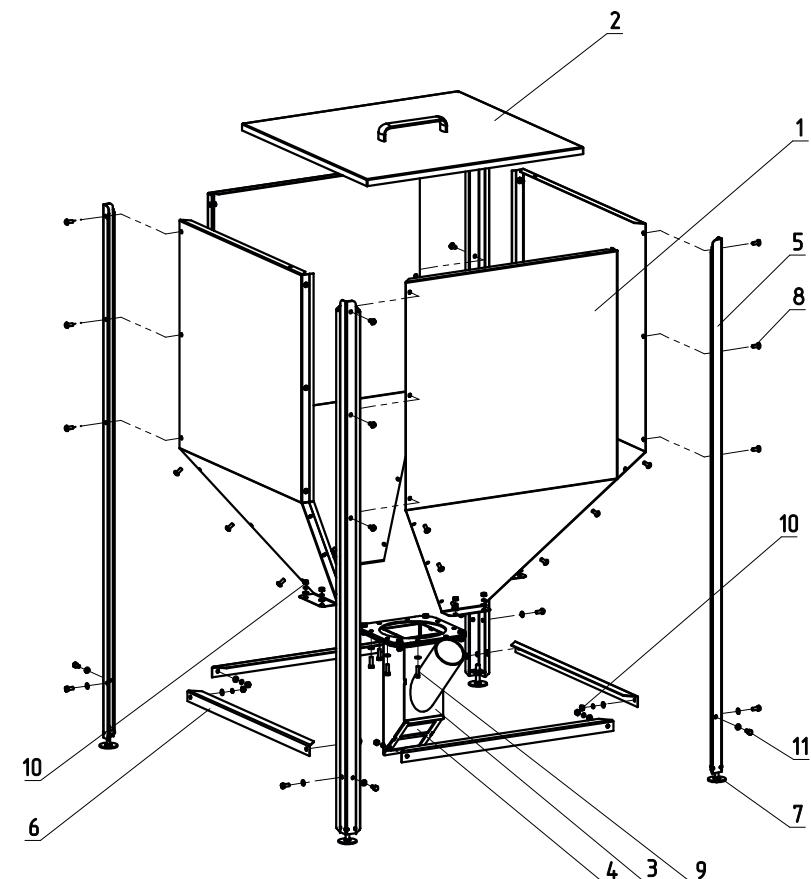

Рис.6 Порядок сборки топливного бункера
6.2.2.2. Топливный бункер собирается перевернутым вверх ногами, поочередно скрепляются все четыре стенки топливного бункера и ножки бункера (Рис. 6, поз. 1 и 5) друг с другом, с помощью болтов (Рис. 6, поз. 8), затем
прикручивается приемная горловина (Рис. 6, поз. 4) болтами (Рис. 6, поз. 9) и гайками (Рис. 6, поз. 10). Далее необходимо скрепить ножки бункера попарочными перекладинами между собой с помощью болтов (Рис. 6, поз. 11) и гаек (поз. 10).
6.2.2.4. Отрегулировать длину каждой ножки, чтобы бункер устойчиво стоял на поверхности в месте его установки с помощью регулировочных болтов (Рис. 6, поз. 7).
6.2.2.5. Далее необходимо установить люк прочистки (Рис. 6, поз. 4) и крышку бункера (Рис. 6, поз. 2) на место.
6.5.4. После завершения правильной установки механизма подачи топлива необходимо зафиксировать приемную горловину топливного бункера (Рис. 6, поз. 3) с помощью болтов (Рис. 6, поз. 9), и соединить механизм подачи с топливным бункером с помощью цепочки с крючками (Рис. 3) (поз. 7).